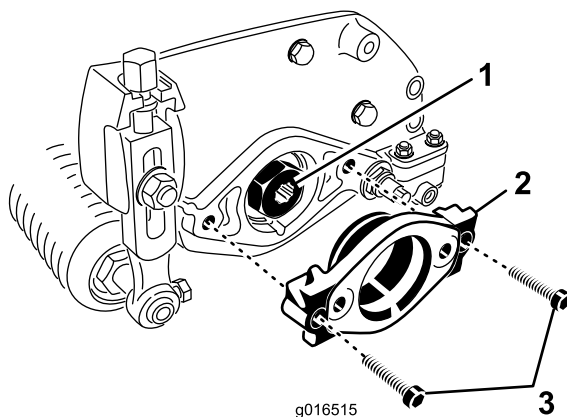

Рисунок 8
2. Открутите два винта с внутренним шестигранником, крепящих монтажную опору двигателя с левой стороны режущего блока. Снимите монтажную опору двигателя (Рисунок 8).
3. Нанесите консистентную смазку по внутреннему диаметру шлицевого зацепления (Рисунок 8).
4. С левой стороны режущего блока нанесите тонкий слой масла на уплотнительное кольцо и установите монтажную опору двигателя с помощью двух винтов с внутренним шестигранником, открученных ранее (Рисунок 8). Затяните винты с моментом 16-20 Нм.